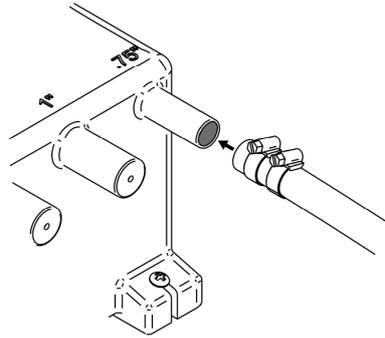

Figure 7 Fixation du flexible sur le port du collecteur
**Étape 3:** Fixez tous les flexibles sur les ports sélectionnés à l'aide des pinces flexibles adéquates, comme le montre la Figure 7. Vérifiez qu'il n'y a pas de fuites. Ne serrez pas trop les pinces flexibles.